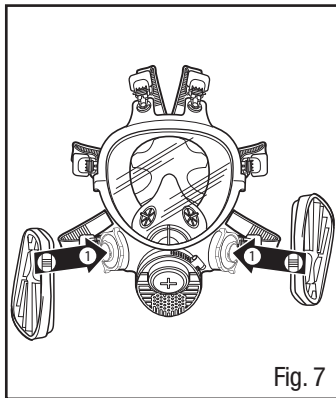

Fig. 7
1. Alinee la muesca en la orilla del adaptador 603 con la marca de la pieza facial, como se muestra (Fig. 7).